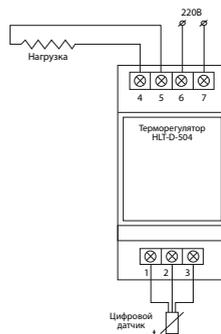

РИС. 1
2. Подсоединить датчик температуры (вход 1,2,3- рис.1).
3. Подсоединить нагревательные секции (нагрузку), при необходимости, через внешнее реле (вход 6,7 -рис.1).
4. Подсоединить провода питания 220В (вход 4,5-рис.1).
Необходимо проверить правильность подключения ,согласно схемы рис. 1.